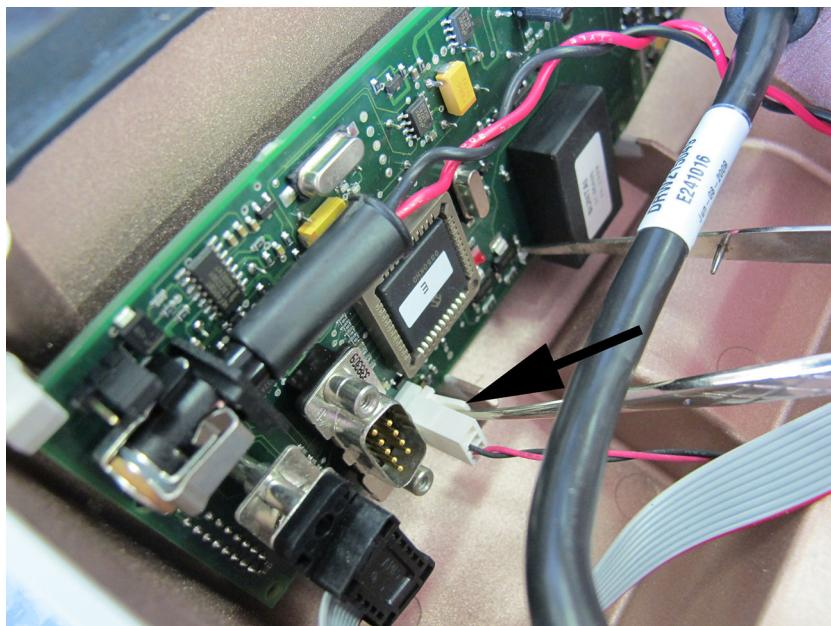

Abbildung 20 Lüfterkabel abziehen
- 4. Ziehen Sie das Lüfterkabel (in Abbildung 20 \(Seite 120\) durch den Pfeil gekennzeichnet) von der Hauptplatine ab.